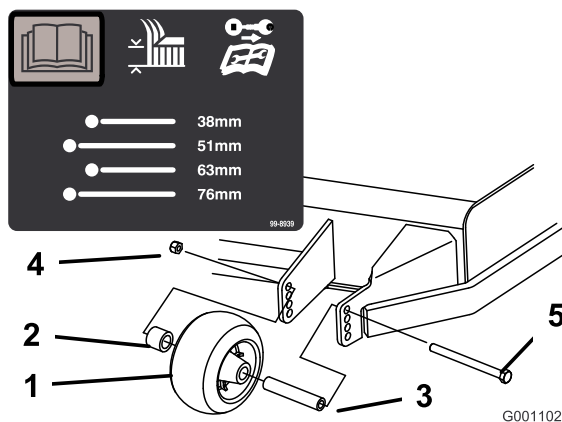
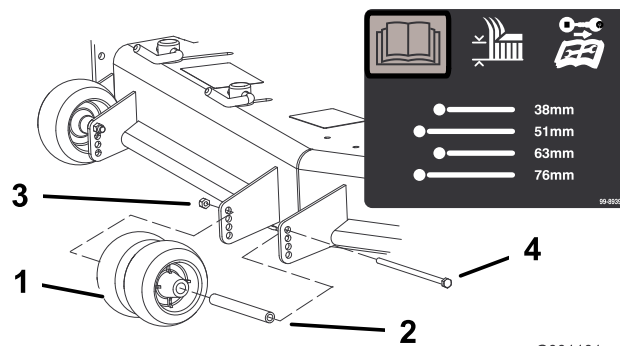
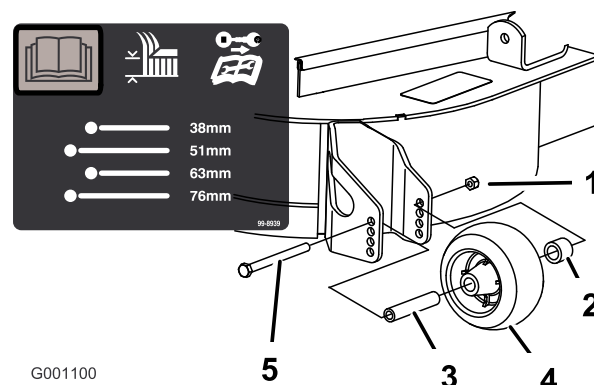

Figura 20
Figura 21
Figura 22
3. Dopo avere regolato l'altezza di taglio, regolate i rulli togliendo il dado flangiato, la boccola, il distanziale ed il bullone (Figura 20, Figura 21 e Figura 22).
Nota: I due rulli centrali sono privi di un distanziale (Figura 21).
5. Montate il dado flangiato, la boccola, il distanziale ed il bullone. Serrate a 54–61 Nm (Figura 20, Figura 21 e Figura 22).